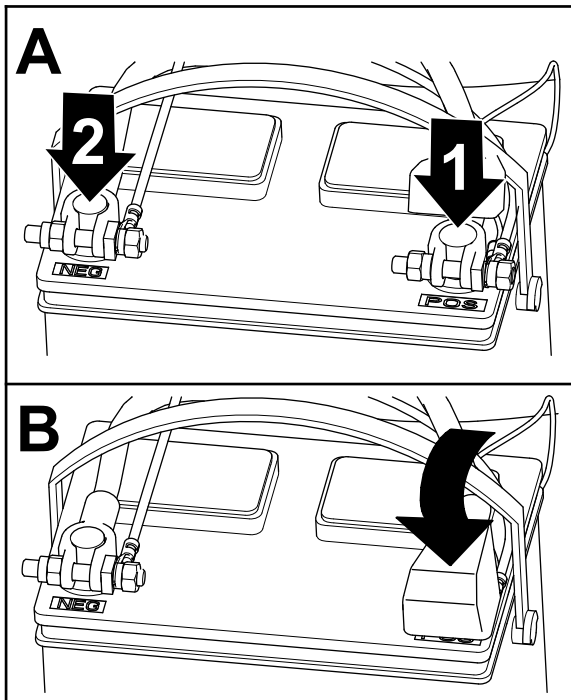

Figure 23
1. Branchez le câble positif à la batterie et serrez l'écrou de collier de la batterie (Figure 23).
2. Branchez le câble négatif à la batterie et serrez l'écrou de collier de la batterie (Figure 23).
3. Placez le capuchon isolant sur la borne positive de la batterie (Figure 23).